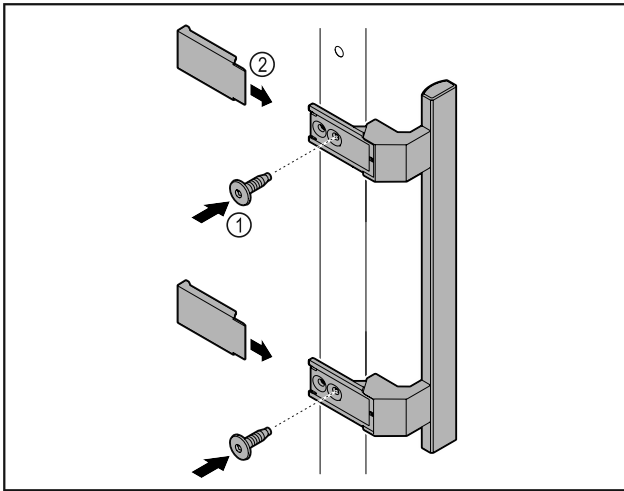

Fig. 7
- Griff aus dem Beipack mit den beiliegenden Schrauben Fig. 7 (1) an der Tür anbringen.
- Abdeckung Fig. 7 (2) aufsetzen.